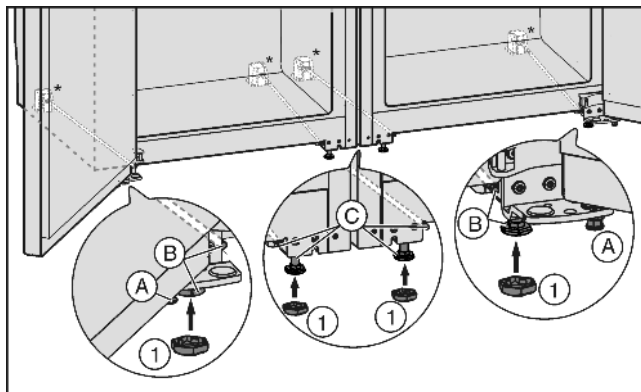

Fig. 4
- ▶ Dacă este cazul, înșurubați complet picioarele de sprijin anterioare Fig. 4 (A) ale ambelor aparate, astfel încât să nu fie în contact cu podeaua.
- ▶ Aplicați capacele Fig. 4 (1) pe cele patru picioare de sprijin anterioare.
- ▶ Înșurubați picioarele de sprijin din mijloc Fig. 4 (C), astfel încât să nu fie în contact cu podeaua.
- ▶ Nivelati combina cu ajutorul picioarelor de sprijin exterioare Fig. 4 (B).
- ▶ Coborâți din nou picioarele de sprijin din mijloc Fig. 4 (C), până când acestea intră în contact cu podeaua.
- ▶ Apoi sprijiniți ușa: Coborâți picioarele de sprijin Fig. 4 (A) de la suportul de lagăr, până când acestea se așează pe podea, apoi efectuați încă o rotire cu 90°.